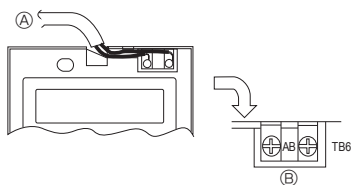

Fig. 6-4
- (C) ผนัง
- (E) น็อตสำหรับล็อก
- (G) กล่องสวิทช์
- (I) ปิดด้วยปูนฉาบ
- (D) ท่อสายไฟ
- (F) แป้นรอง
- (H) สายรีโมทคอนโทรล
- (J) สกรูไม้
2) ขั้นตอนการต่อ (Fig. 6-4)